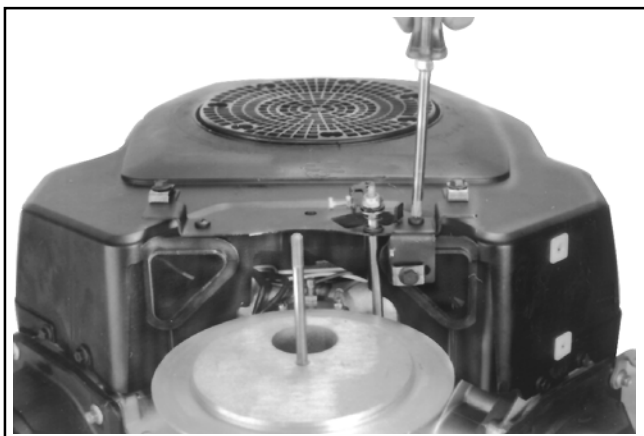

Figura 9-11. Rimozione del pannello di comando.
3. Scollegare l'albero dalla staffa di comando dell'acceleratore. Vedere Figura 9-11.